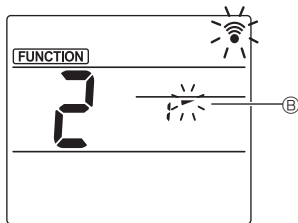

Fig. 3-3
- ③ การตั้งค่าองศาไฟ (Fig. 3-3) กดปุ่ม **▼** เพื่อเลือก องศาไฟ (B) หันรีโมทคอนโทรลแบบไร้สายไปที่ตัวรับสัญญาณของเครื่องปรับอากาศภายในอาคารและกดปุ่ม **SET**
- ④ กดปุ่ม **MENU** เพื่อสิ้นสุดการตั้งค่า